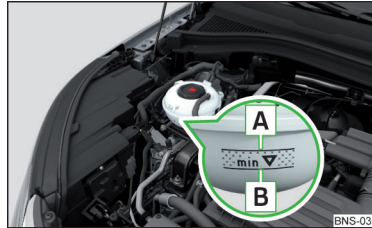

Abb. 327
Kühlmittelstand prüfen - der Kühlmittelstand muss zwischen den Markierungen **A** und **B** liegen » Abb. 327. Liegt der Kühlmittelstand unterhalb der Markierung **B**, das Kühlmittel nachfüllen.
Die **Spezifikation** des Kühlmittels ist auf dem Kühlmittelausgleichsbehälter aufgeführt » Abb. 327.
- Das Kühlmittel nicht über die Markierung **A** auffüllen » Abb. 327. Das Kühlmittel könnte bei Erwärmung aus dem Kühlsystem gedrückt werden - es besteht die Gefahr einer Beschädigung der Motorraumteile.